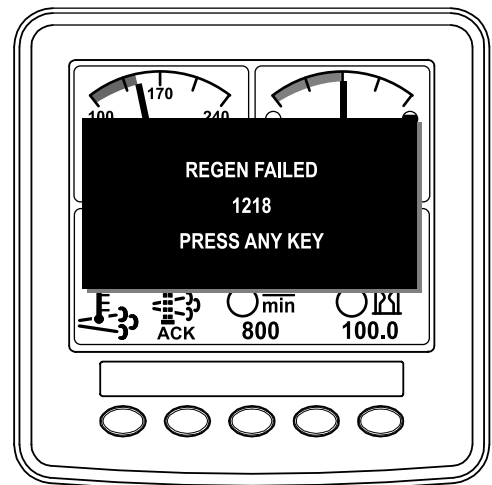

Figure 63
**Remarque:** Si la régénération échoue, l'InfoCenter affiche Advisory #1218 (avis n° 184) (Figure 63). Appuyez sur un bouton pour retourner à l'écran d'accueil.